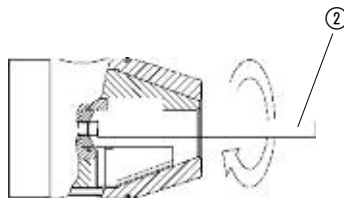

Fig. 2
Visser l'outil de montage ② dans l'emplacement du joint (Fig. 2). Attention l'outil de montage n'est pas compris dans la livraison du mandrin.